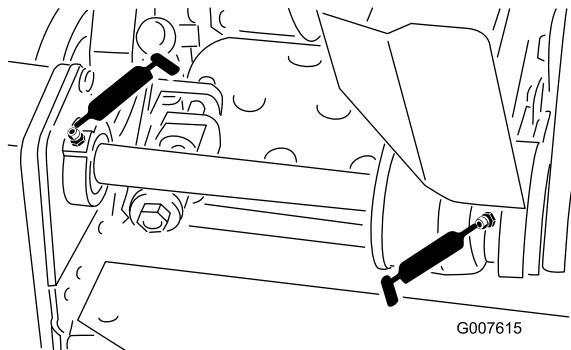

Figura 16
- 2 nos rolamentos do contra-eixo do cilindro (Figura 16)